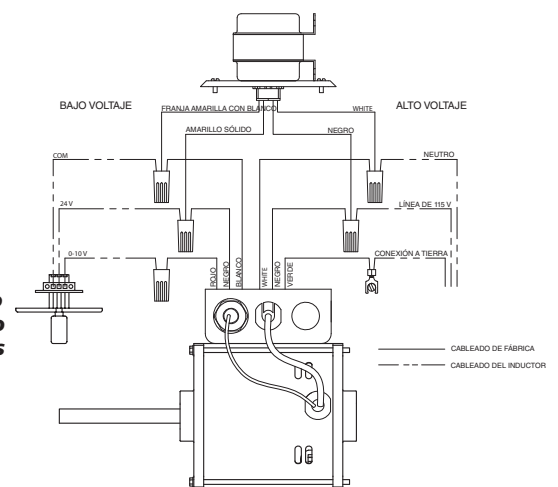

Figura 2 — Diagrama de Cableado Típico
2. Conecte la alimentación según los códigos NEC y locales. Consulte la Figura 2 para obtener los diagramas de cableado.